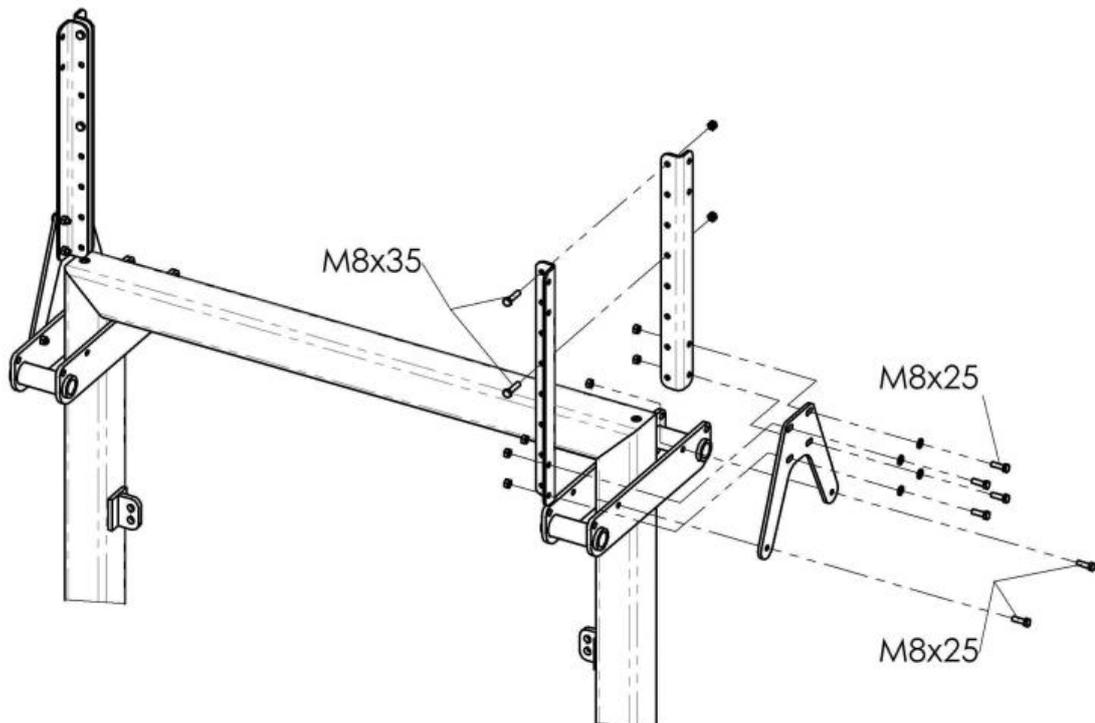

Figura 1 - Montaggio del supporto per cartellone pubblicitario
- a. Montaggio del supporto per cartellone pubblicitario sul supporto attrezzi (Figura 1)